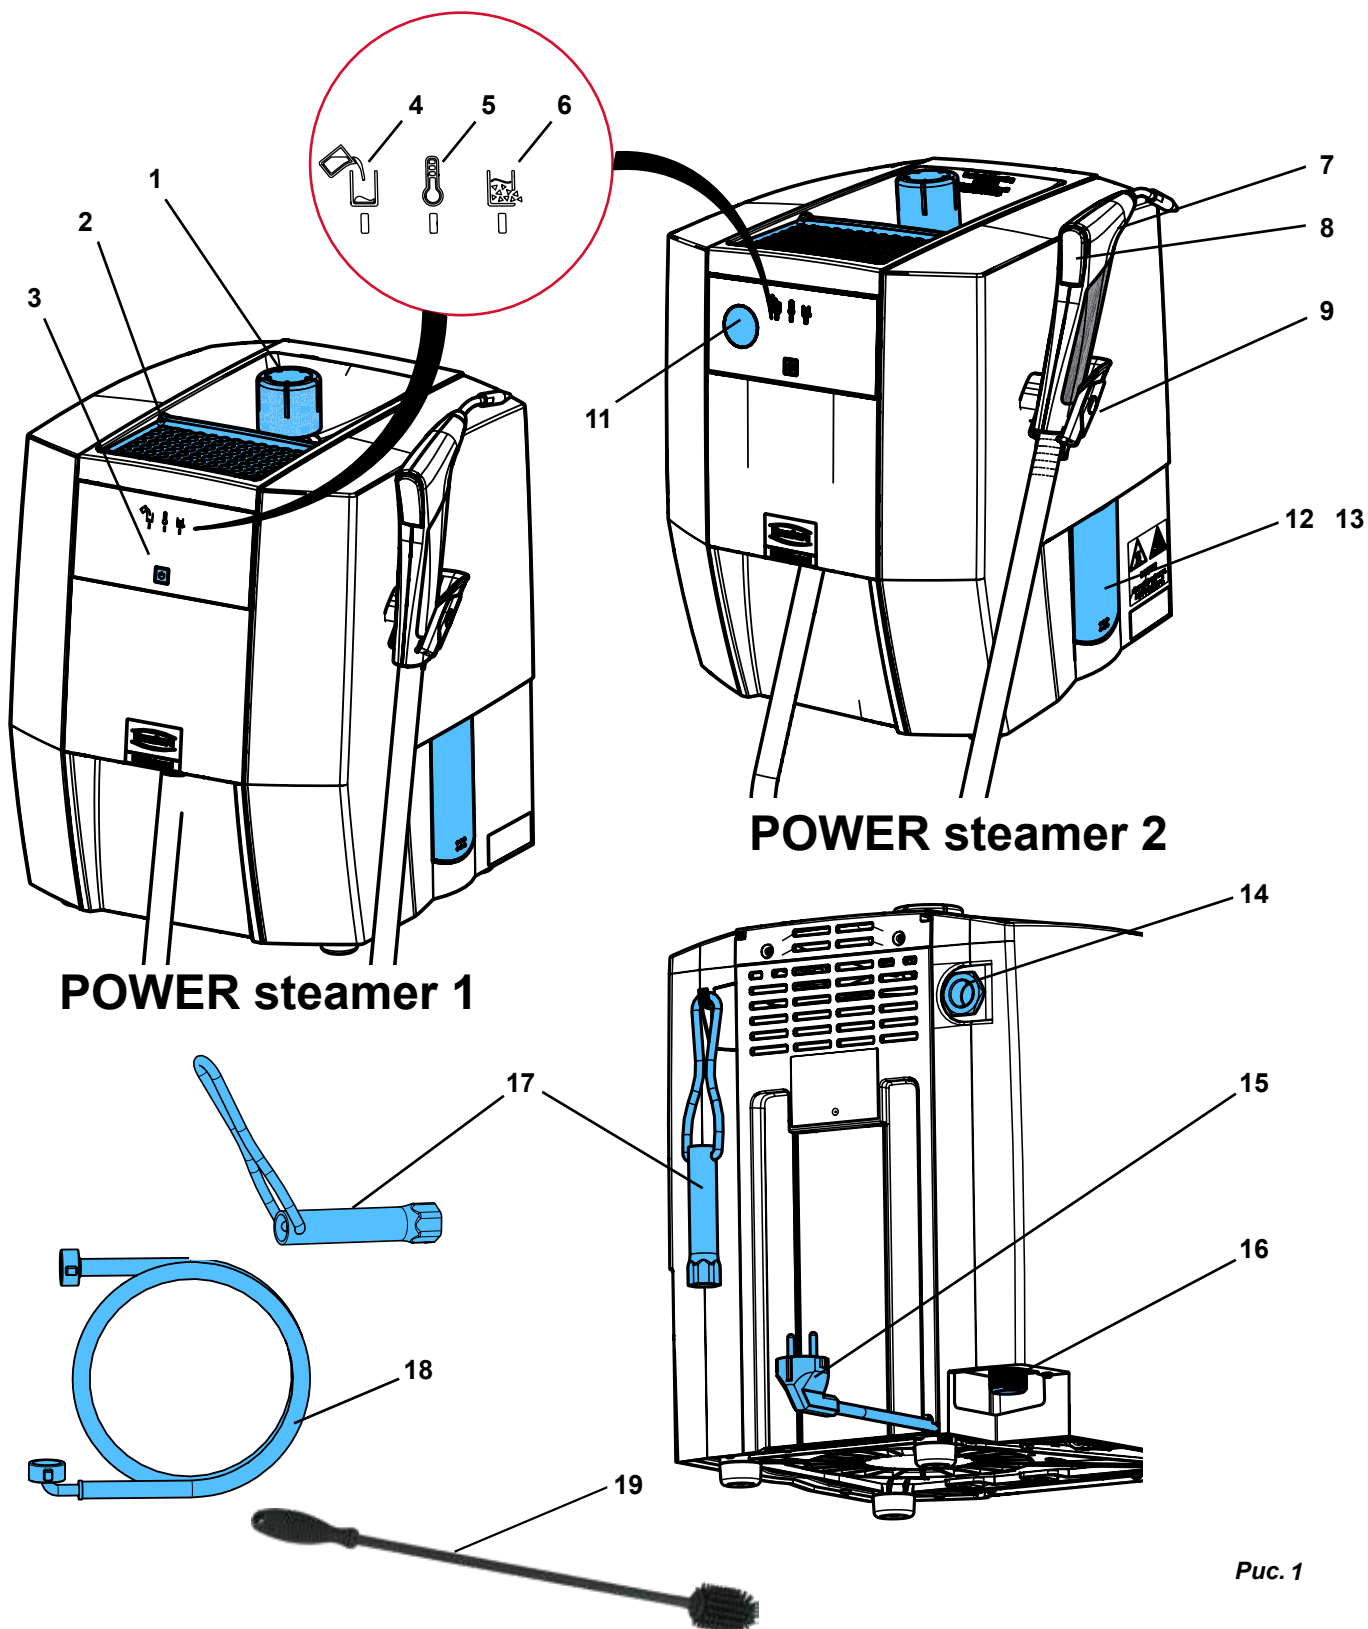

Рис. 1
- ▶ Установите устройство таким образом, чтобы на выходе пара из выпускного отверстия предохранительного клапана не возникало никакой опасности (14, рис. 1).
На подставке для модели (2, рис. 1) можно укладывать для высыхания гипсовые модели или модели из паковочной массы.
⇒ Вкрутите крышку бака (1, рис. 1).
Устройство установите таким образом, чтобы при выходе пара из выпускного отверстия предохранительного клапана (14, рис. 1) не возникало какой-либо опасности (например, не ставить перед розеткой).
Выпускное отверстие предохранительного клапана (14, рис. 1) никоим образом не должно быть закрыто или заблокировано.
Опасность из-за водяного пара под давлением! Перед открытием замка контрольного окна убедитесь, что напорный резервуар не находится под давлением. Для этого откройте и снимите крышку бака (1, рис. 1).
- ⇒ Устройство установите так, чтобы вода из контрольного отверстия (12/13, рис. 1) могла стекать в раковину.